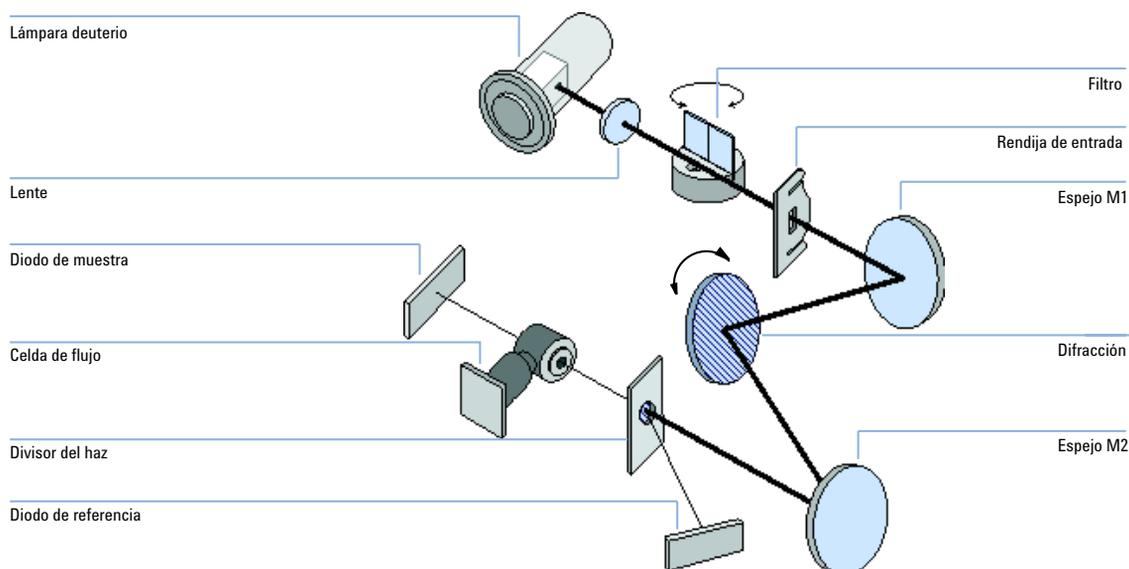

Figura 1 Paso óptico del detector de longitud de onda variable
En **Figura 1** en la página 9 se muestra el sistema óptico del detector. Su fuente de radiación es una lámpara de descarga de arco de deuterio para el rango de longitud de onda ultravioleta (UV) de 190 a 600 nm. El haz procedente de la lámpara atraviesa una lente, un filtro, una rendija de entrada, un espejo esférico (M1), un difractor, un segundo espejo esférico (M2), un divisor del haz y finalmente la celda de flujo para llegar al diodo de la muestra. La absorción UV tiene lugar en la celda de flujo según la muestra; la intensidad de luz emitida se convierte en señal eléctrica mediante el fotodiodo de muestra. Parte de la luz se dirige al fotodiodo de referencia mediante un divisor del haz para obtener una señal de referencia y compensar la fluctuación de intensidad de la fuente de luz. Una rendija frente al fotodiodo de referencia corta luz de la anchura de la banda de absorción de la muestra. La selección de la longitud de onda se realiza girando el difractor, que es controlado directamente por un motor. Esta configuración permite cambios rápidos de la longitud de onda. El filtro de corte se coloca en el paso de luz por encima de 370 nm para reducir la luz de orden superior.